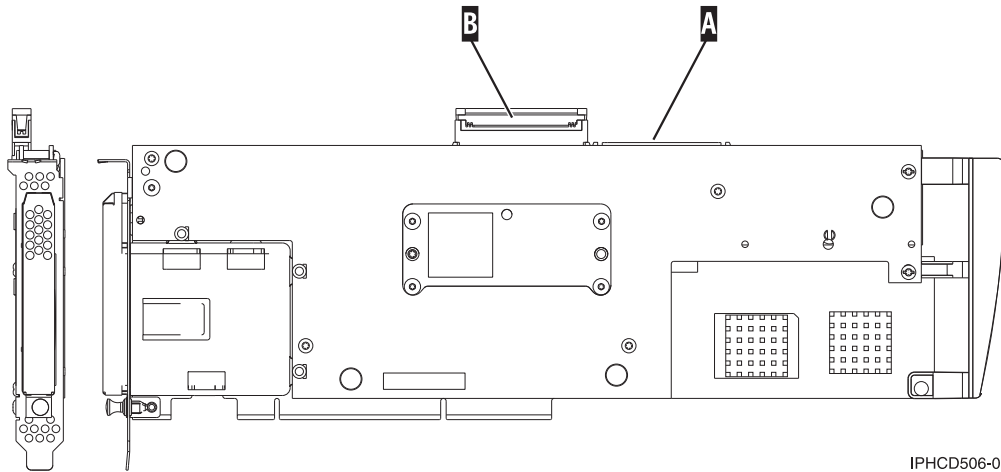

図 15. 5708、補助書き込みキャッシュ IOA
2. このケーブルを、補助書き込みキャッシュ・アダプター上の SCSI ポート A に接続します。 49 ページの図 15を参照してください。